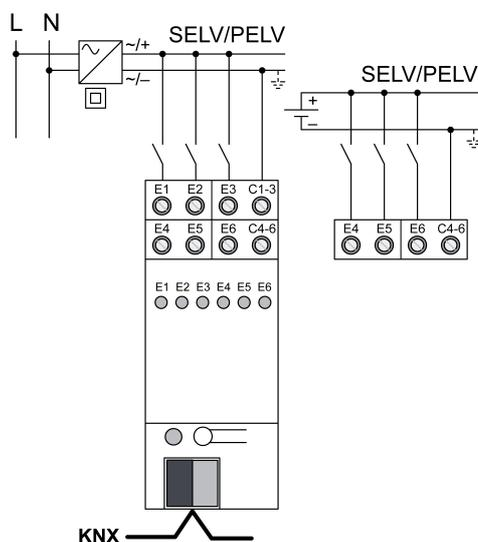

Figura 3: Conexión de circuitos de corriente MBTS/MBTP
- Conectar los circuitos de corriente MBTS/MBTP conforme al ejemplo de (figura 3) conexión. Tener en cuenta la polaridad.